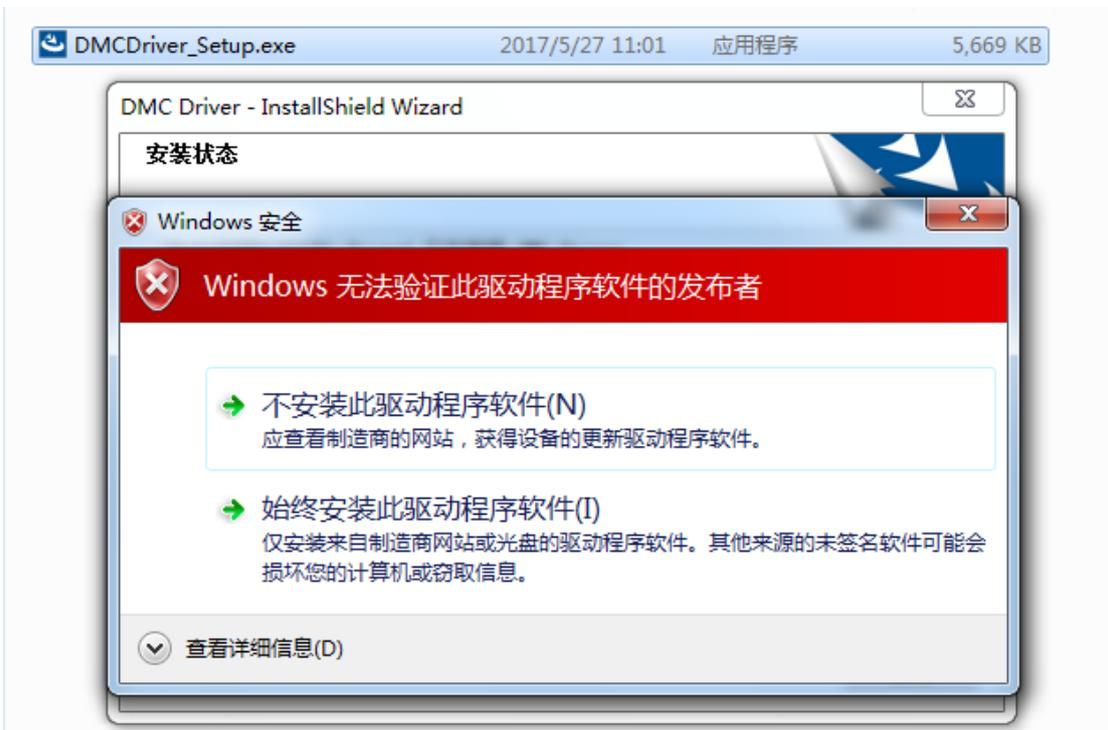

图 4.9 Windows 安全提示
5、安装过程中会出现如图 4.9 所示的 Windows 安全提示对话框，请点击“始终安装此驱动程序软件”，并继续安装。